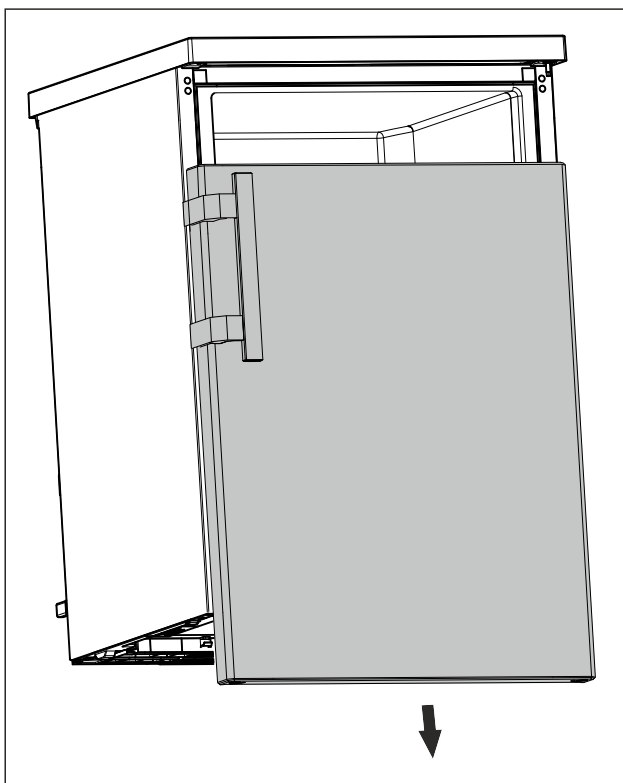

Fig. 12
- Sejměte dvířka směrem dolů. (viz Fig. 12)